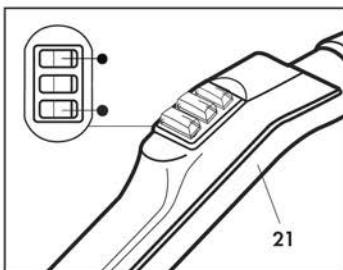
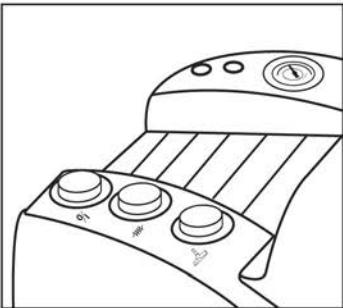

Fig. 14
Fig. 15
Para parar el aparato apagar los interruptores de mando vapor y aspiración situados en la empuñadura (21) (**Fig. 14**); apagar los interruptores situados en el aparato (**Fig. 15**) y desconectar el enchufe de la toma de corriente.